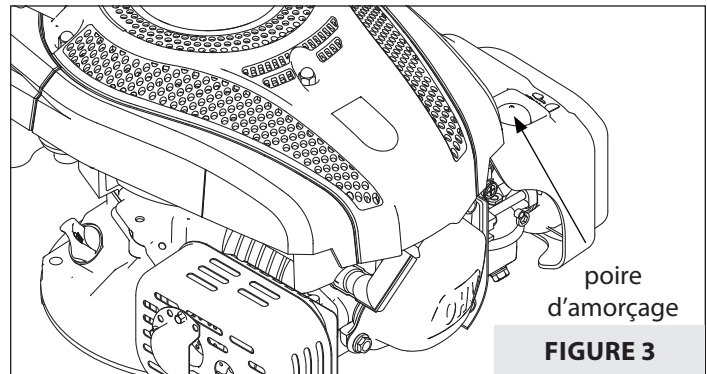

FIGURE 3
5. Appuyer sur la poire d'amorçage à trois reprises. Laisser la poire revenir complètement avant chaque pression. **VOIR FIGURE 3.**